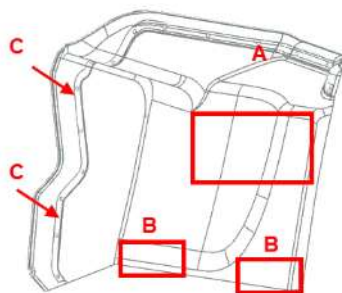

图 2-5-2 尾灯护板安装示意图
- (1) 先通过产品形状或背部永久性标识识别左右件，避免装反；
- (2) 将产品对准车身开孔及后保安装点，优先保证侧面挂钩 C 挂在尾灯的卡爪上，后平推产品，发出轻微“咔哒”卡紧声，即安装到位。如图 2-5-2 所示